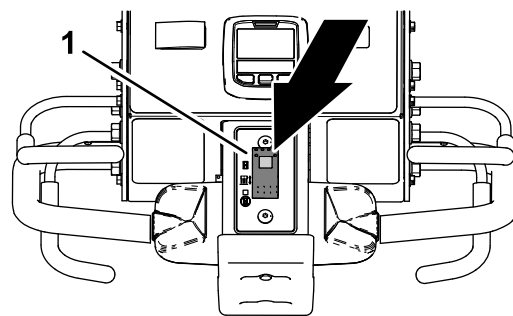

図 89
1. 降下コントロールスイッチ 図 89 の上部を押して 遅延あり降下位置にする。